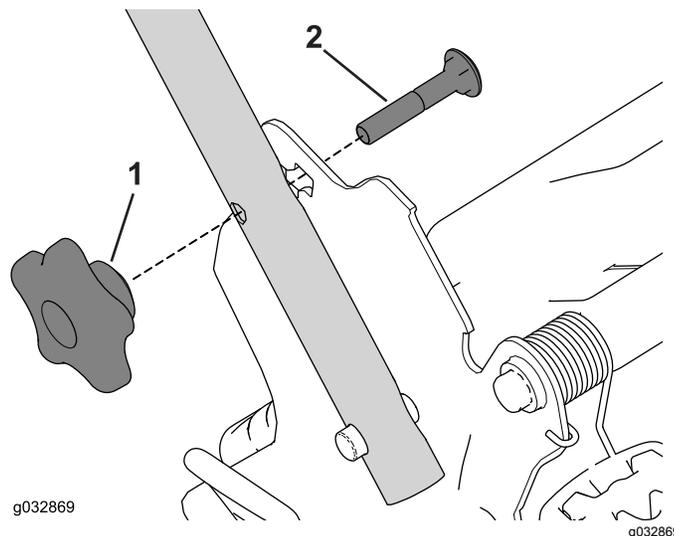

Рисунок 29
1. Снимите и сохраните две ручки и два каретных болта с кронштейнов рукоятки (Рисунок 29).